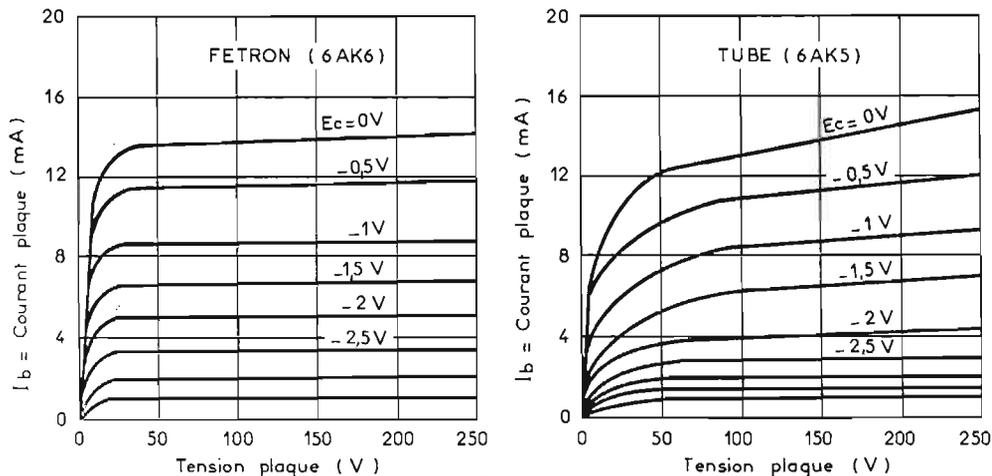

Fig. 2
Considérons aussi les courbes de la figure 2.
En (b) de la figure 2 on donne les courbes du véritable tube électronique 6AK5. On notera qu'il s'agit d'une lampe pentode.
Remarquons aussi, sur les courbes de la figure 2, que celles-ci tombent beaucoup plus rapidement dans la région de blocage et de ce fait les applications en commutation en bénéficieront.
Pour la simulation d'une pentode, une bonne solution du problème est d'utiliser deux J-FET étudiés pour fonctionner avec une tension élevée, comme celui dont les courbes sont données à la figure 2 (A). La pente du 6AK5 est de l'ordre de 5 mA/V et il faut obtenir pour le fetron une pente de cet ordre, de 3 à 7 mA/V. Le courant nécessaire est alors de 4 à 11 mA.